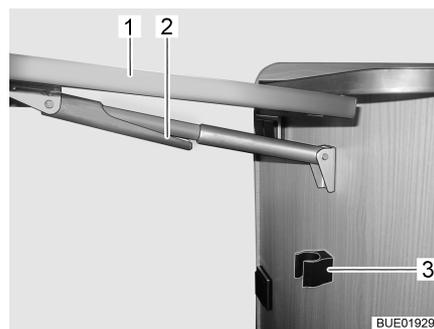

Fig. 31 Chiusura del tavolo ribaltabile su bancone
- Afferrare il tavolo ribaltabile su bancone (Fig. 31,1) sull'esterno e sollevarlo leggermente. Con l'altra mano ruotare e abbassare il dispositivo di fissaggio (Fig. 31,2) sul supporto telescopico.
- Orientare il piano del tavolo verso il basso, finché il supporto telescopico non ingrana nel supporto (Fig. 31,3).